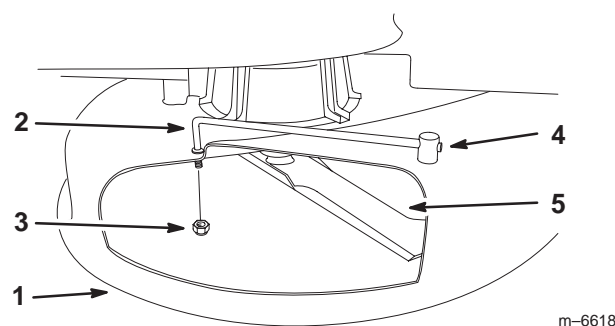

Figure 10
4. Insérez la tige de pivot neuve dans la courte cheville de positionnement sur le plateau. Fixez l'extrémité arrière de la tige dans le plateau de coupe à l'aide d'un écrou (3/8 pouce) (Fig. 10).
1. Tenez la lame avec un chiffon ou un gant épais (Figures 10 et 11).